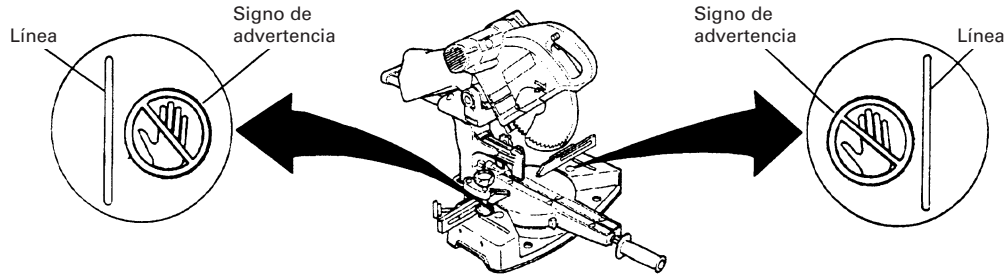

Fig. 16
- * No coloque nunca sus miembros dentro de la línea cerca del signo de advertencia mientras esté utilizando la herramienta. Esto podría resultar peligroso (consulte la Fig. 16).